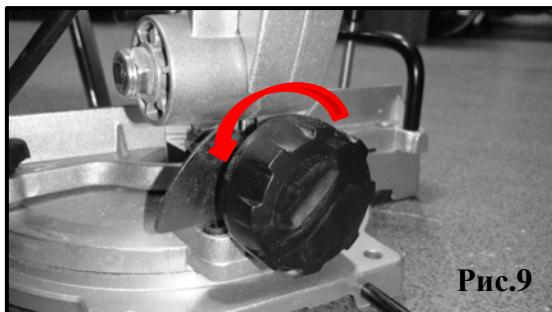

Рис.9
Настройка угла наклона (рис. 9,9а).
1. Ослабьте ручку фиксации угла наклона против часовой стрелки (рис.9).
2. Наклоните режущую головку влево на необходимый угол наклона ориентируясь на шкалу от 0-45 градусов (рис.9а).
3. Зафиксируйте ручку фиксации угла наклона по часовой стрелке (рис.9).
Рис.9а
5.6. Наклон режущей головы при косом распиле (рис.9,9а)
1. Ослабьте ручку фиксации угла наклона. См. рисунок 9;